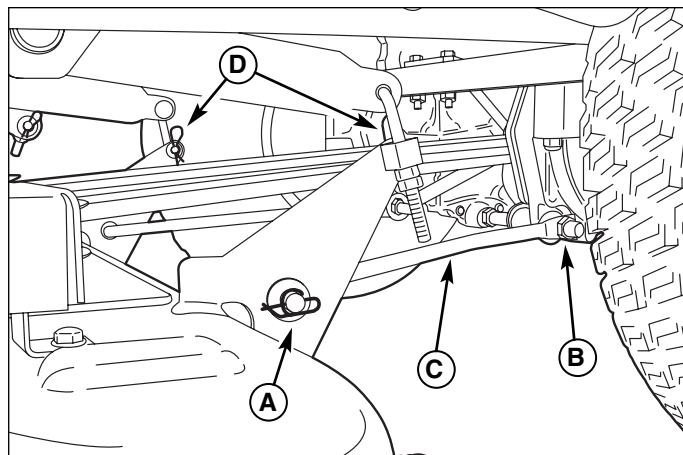

Figure 11. Composants de levage de carter arrière
4. Enlevez la goupille autobloquante et la rondelle (A, Figure 11) fixant l'avant de chaque tige de stabilisateur (C) sur les supports arrière de carter de tondeuse. Enlevez également l'écrou de blocage extérieur (B) fixant l'arrière de chaque stabilisateur à l'écrou de montage sur le carter de transmission.
5. Enlevez les goupilles de retenue et les rondelles (D, Figure 11) fixant les supports arrière de carter de tondeuse sur les tiges pivots de bras de levage arrière, et sortez les pivots dans trous dans les supports. Gardez toute la visserie enlevée.
5. Insérez les tiges pivots de bras de levage arrière dans les trous de supports de carter arrière de tondeuse, et fixez les deux avec une rondelle et une goupille de retenue (D, Figure 11).
6. Installez l'extrémité arrière de chaque barre de stabilisateur (C, Figure 11) dans l'écrou de montage sur le carter de transmission, en les fixant avec un contre-écrou (B).